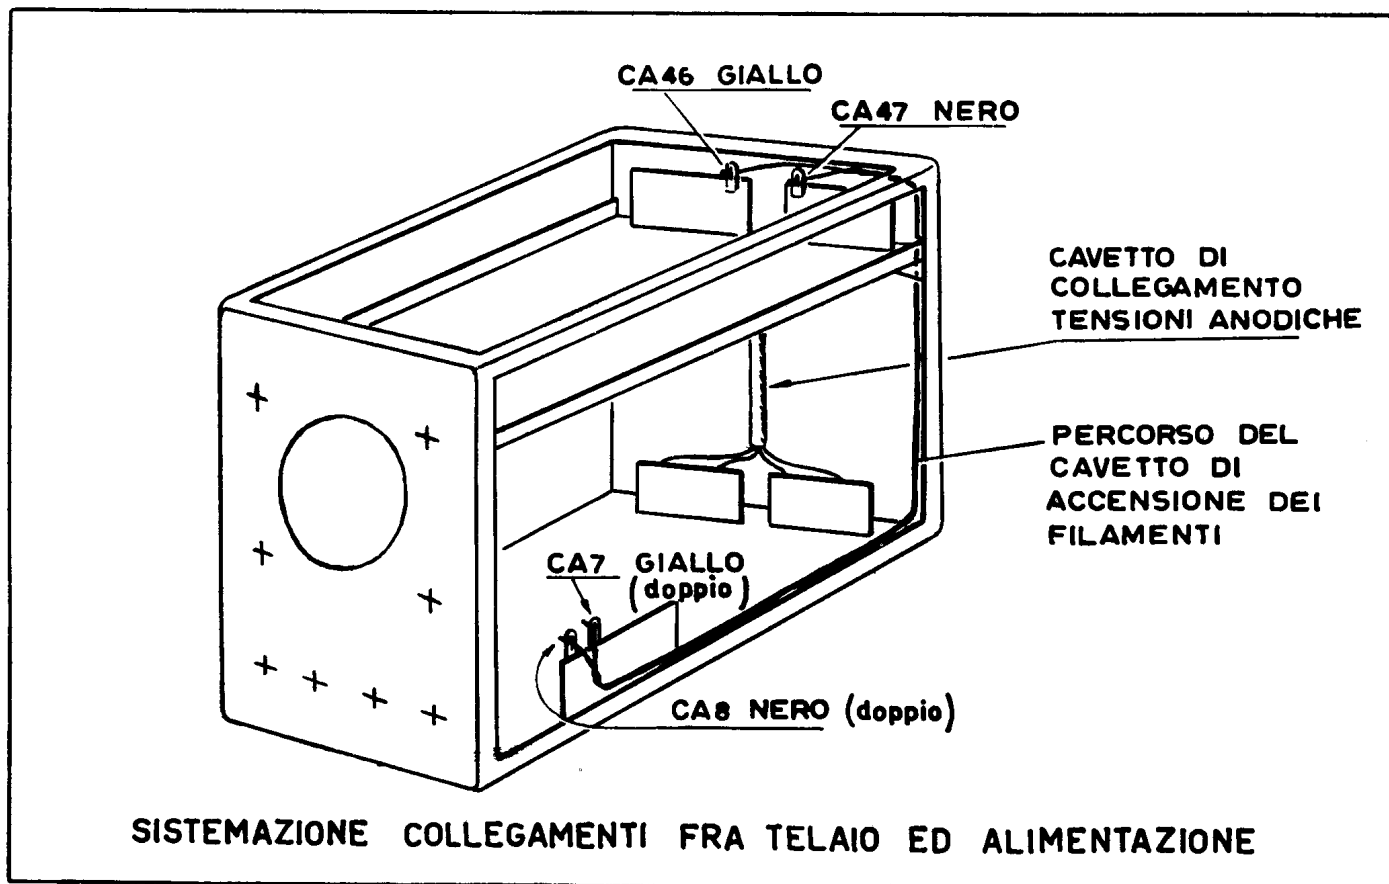

Fig. 3
- Segua le stesse norme sopra indicate a proposito della tabella di fig. 3.
La lunghezza dei quattro fili è di circa 65 cm ed il loro percorso è indicato in fig. 3.